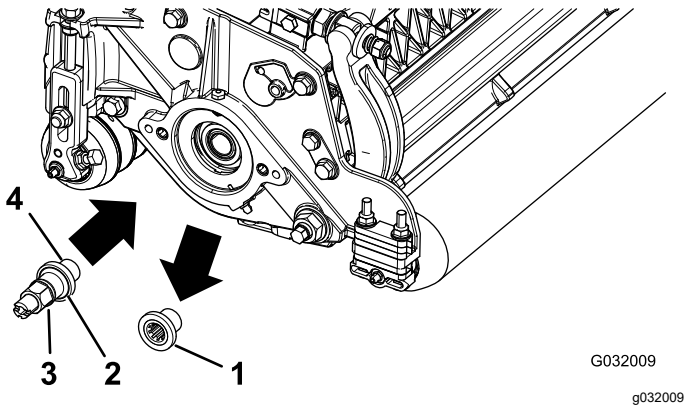

图 2
- 拆下并丢弃后滚筒刷驱动装置的滚刀组螺纹嵌入件图 2。
- 在驱动轴螺纹图 2 上涂抹防松螺纹油安装左驱动轴或右驱动轴上紧扭矩至 115128N·m。